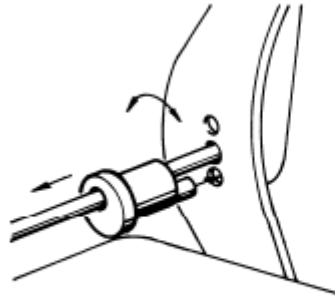

Fig. 6
- Prévoir les “ curseurs décrochage ” comme sur la fig. 6, de manière à ce que le pivot métallique du curseur dégage le levier externe.